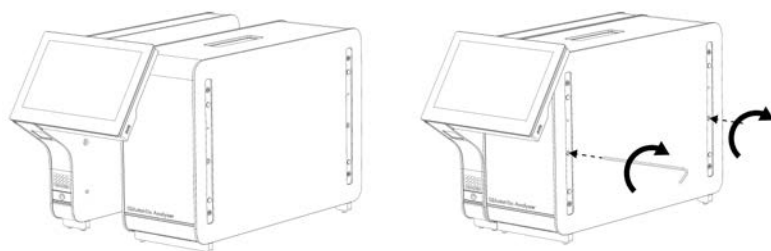

Figura 6. Acoplamiento del módulo operativo al módulo analítico.
3. Retire el módulo operativo de la caja y acóplelo al lado izquierdo del módulo analítico. Apriete los tornillos con la herramienta de montaje del módulo analítico-operativo suministrada con el QIAstat-Dx Analyzer 1.0 (figura 6).